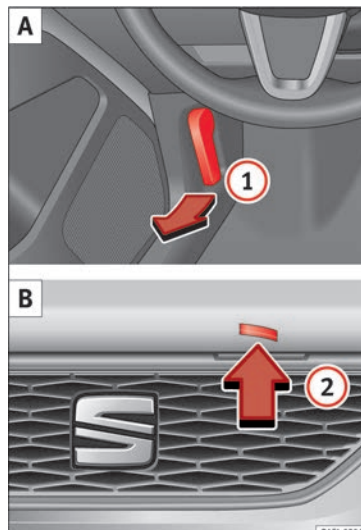

Fig. 8 A: Palanca de desbloqueo en la zona reposapiés, en el lado del conductor. B: Palanca de desbloqueo en el capó del motor.
• Tire de la palanca de desbloqueo ① en la dirección de la flecha » fig. 8 A. Por la reacción resorte del muelle, el capó del motor sale impulsado del elemento de bloqueo de la pieza portacerradura » ⚠ en Preparativos para trabajar en el vano motor de la pág. 200.
• Levante ligeramente el capó del motor y presione al mismo tiempo la palanca de desbloqueo ② B en la dirección de la flecha para abrir por completo el capó del motor.
• Extraiga la varilla de sujeción del capó de su soporte en la dirección de la flecha ③ C y colóquela en la abertura prevista para tal fin ④ D (flecha).